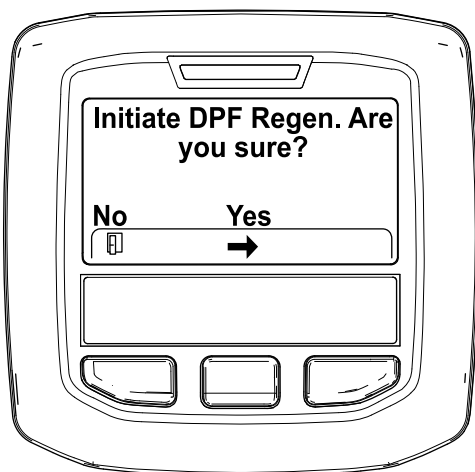

Рисунок 44
4. Когда появится сообщение "Initiate DPF Regen. Are you sure?" («Начать регенерацию DPF. Вы уверены?»), нажмите среднюю кнопку (Рисунок 44).